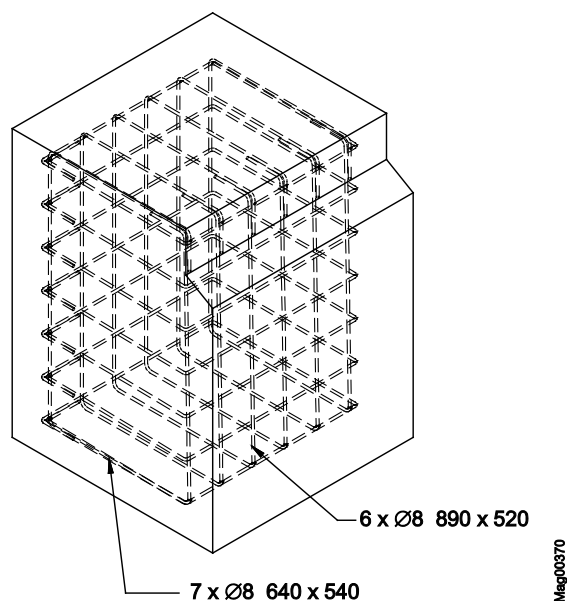

Рис. 13: Армированная оплетка Access XL2 и Access XXL
- Армированная оплетка согласно рисунку Рис. 13.
2. Через отверстие в фундаменте проложить армированную оплетку согласно Рис. 13.